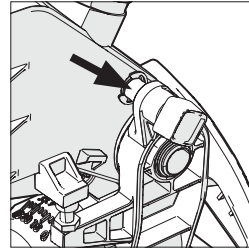

Fig. 16
- Assurez-vous que la tête de coupe soit en position verrouillée avec la goupille de verrouillage complètement engagée dans son support. (Voir Fig.16)
- Veillez à ce que la tête de coupe soit en position verrouillée avec la goupille de verrouillage complètement engagée dans son support. **(Fig. 16)**
- Retirer la goupille de la tête de verrouillage (**Fig. 16**) et permettez à la tête de coupe de monter dans sa position supérieure.